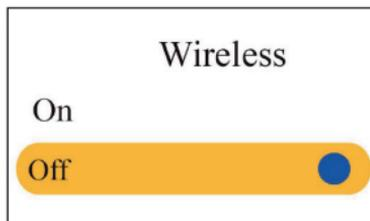

Figura 4.10E Configuración inalámbrica
- Inalámbrico: Para activar/desactivar la función de conexión inalámbrica, la configuración predeterminada de fábrica es “On”, como se muestra en la Figura 4.10E.